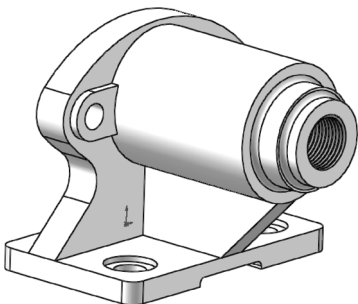

图 13-145 圆角处理
**08** 重复“圆角”命令，对底部的长方体 4 条棱边进行圆角处理，圆角半径为 5，结果如图 13-145 所示。